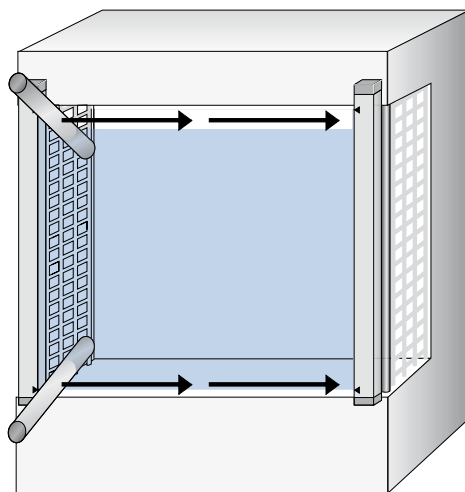

Рисунок 18: Проверка пробником: шаг 2
3. В заключение провести пробником по краям контролируемой зоны, как показано стрелками, см. рисунок 18.